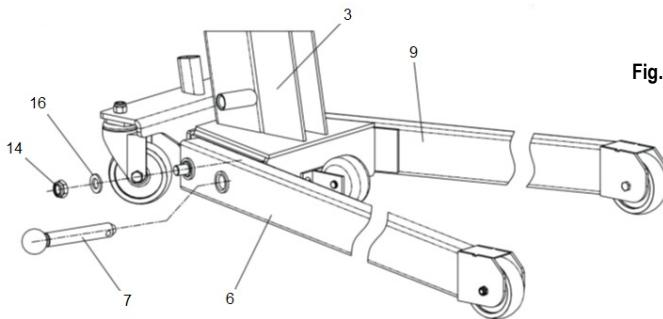

Fig. 3
2. Monter de forreste ben (6 og 9 - fig. 3) på rammen (3 - fig. 3) som vist, fastgør dem med møtrikken (14 - fig. 3) og pakningen (16 - fig. 3), og sæt til sidst den forreste benbolt i (7 - fig. 3).